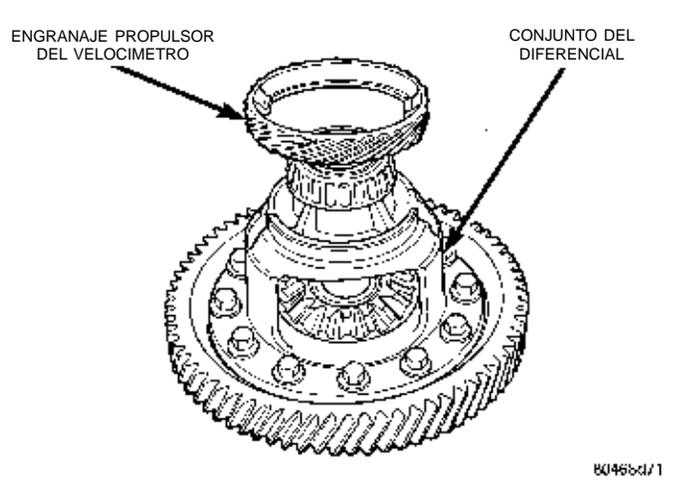
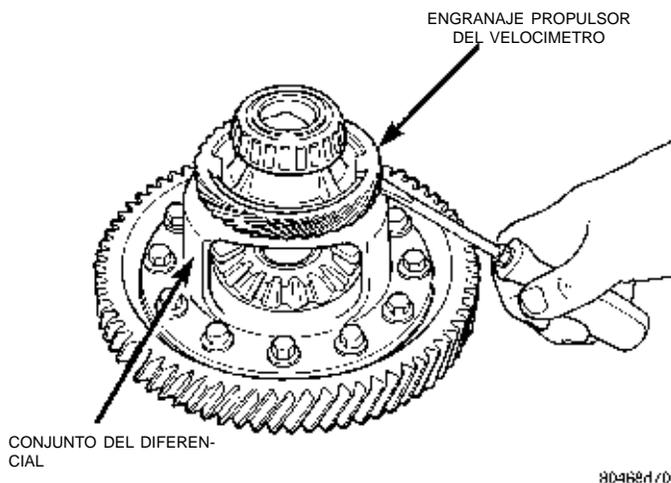

Fig. 104 Engranaje propulsor del velocímetro retirado
Fig. 103 Separación del engranaje propulsor del velocímetro
(1) Haciendo palanca con una herramienta de hoja plana, separe el engranaje propulsor de plástico del velocímetro de la caja del diferencial (Fig. 103) (Fig. 104).